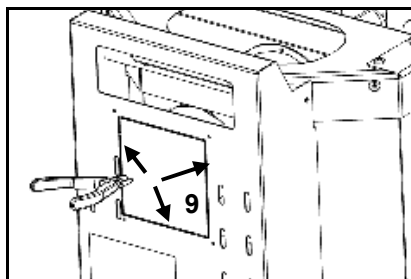

Figura 77 – Retirada de la tapa posterior
g) En la parte posterior del equipo, retire la tapa marcada en la Figura 77, cortando en las áreas marcadas con un alicate de corte (9).